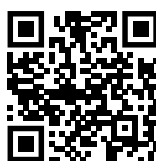

Fig. 90
- Abrir el Liebherr SmartMonitoring Dashboard. (consulte Fig. 90) .